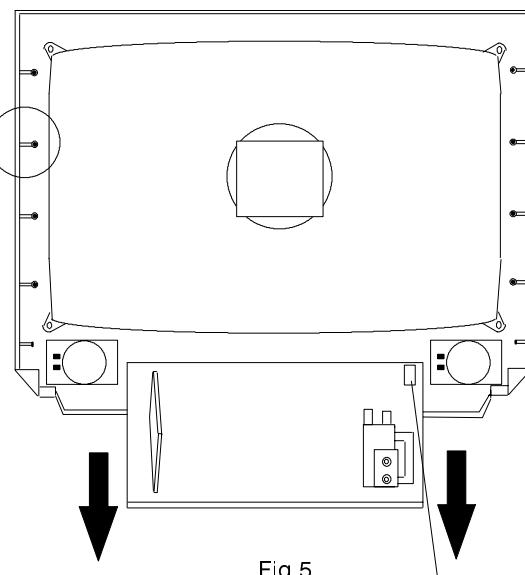

Fig.5.
2. Hold and lift the rear of the E-PCB chassis and gently pull the chassis toward you as shown in fig.5.
2. Tenir et soulever l'arrière de la PCB – E tel qu'indiquer sur la Fig.5 puis tirer doucement vers soi le châssis.